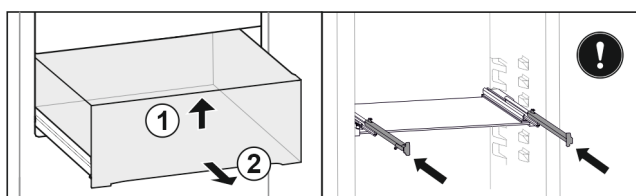

Fig. 83
- ▶ Ridicați sertarul în față. Fig. 83 (1)
- ▶ Extrageți sertarul spre înainte. Fig. 83 (2)